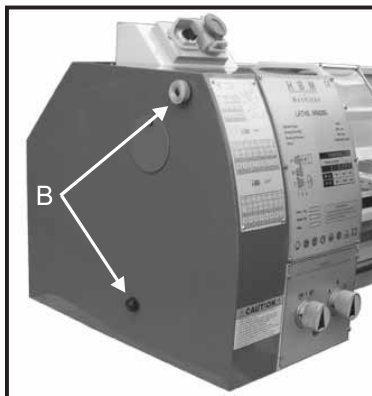

Рис. 19
1. Отвернуть два крепежных винта (В, Рис. 19) и снять защитную крышку.